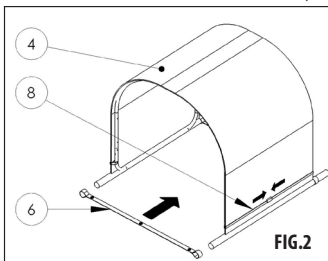
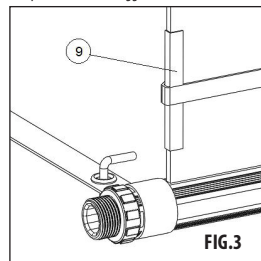

FIG.2
FIG.3
2) Stendere il pannello solare sul telaio portante e applicare le cinture sulle estremità dei tubi (6) (FIG. 2). Per fissare il pannello servono le cinture dotate di fibbie (8) applicate al telaio al precedente punto. Utilizzare i dispositivi di protezione per coprire il passaggio della cintura attraverso il bordo del pannello solare per evitare il danneggiamento del bordo stesso (FIG. 3).